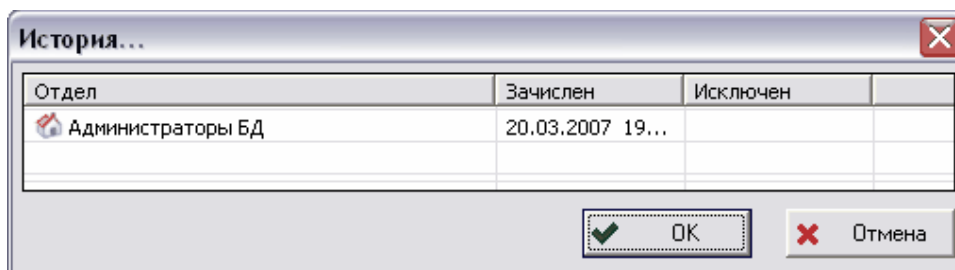

Рис. 45. История сотрудника
- **История** - просмотр истории сотрудника (включение в рабочие группы и исключение из них) (Рис. 45).